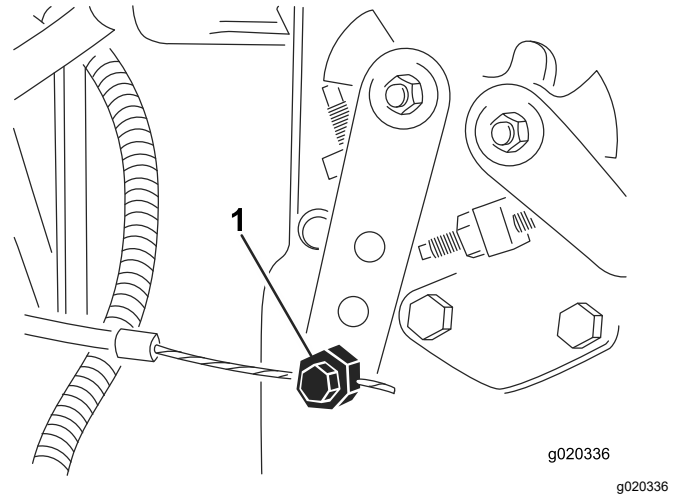

Figura 92
4. Afloje el conector del cable del acelerador en la palanca de la bomba de inyección (Figura 92).